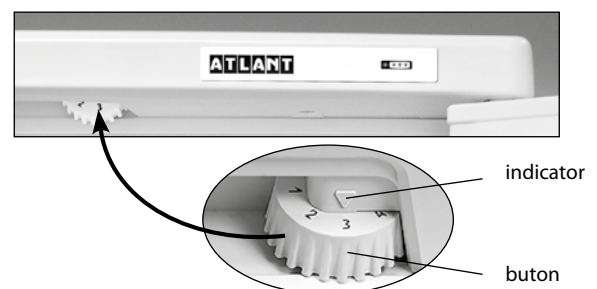

Figura 3 – Reglarea temperaturii
1.5 Elementul de reglare a temperaturii din frigider, în conformitate cu Figura 3 este butonul de reglare a temperaturii (numit în continuare – buton), care se află sub masca frigiderului. Butonul se rotește în sensul acelor de ceasornic sau în sensul contrar al acestora și are diviziuni numerice. Diviziunea "1" corespunde celei mai joase setări de temperatură (răcire minimă) în camera frigorifică, diviziunea "7" – celei mai înalte setări de temperatură (răcire maximă). Pentru a regula temperatura, fixați diviziunea butonului sub indicator.
Deschideți ușa CF și fixați sub indicator diviziunea "2" a butonului. Închideți ușa CF. Pentru setarea temperaturii optimele pentru păstrarea produselor în camera frigorifică, efectuați reglarea cu ajutorul butonului în conformitate cu figura 3. În cazul dacă după ajustarea sau schimbarea condițiilor de exploatare compresorul a început să funcționeze continuu, este necesar de a roti rola în direcția reducerii decalajului digital până când